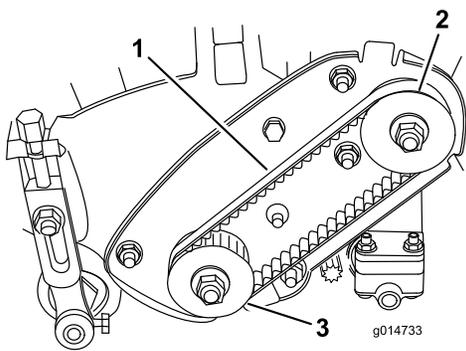

图37
2. 使用 $1.80 \pm 0.45\text{kg}$ 的力按压滑轮之间皮带轮（图37）中间的位置，检查皮带的张紧力。皮带应下压 4.8~7.9mm。如果下压不正确，请转至下一步。